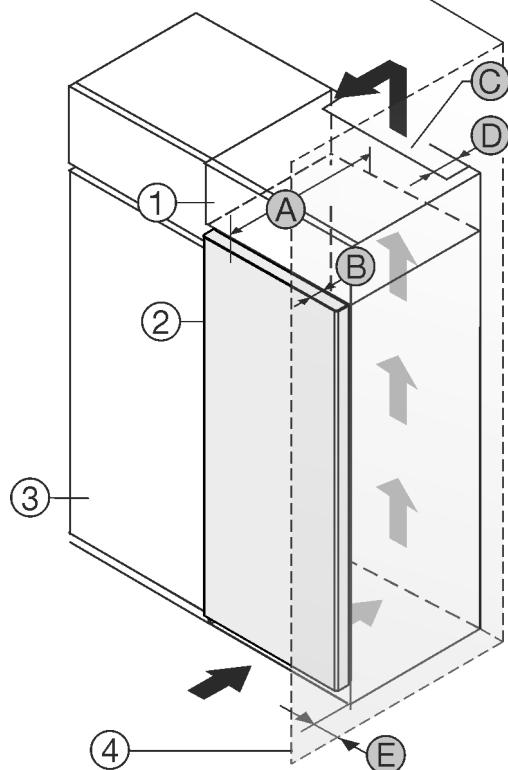

Fig. 1
Gerät direkt neben dem Küchenschrank Fig. 1 (3) aufstellen.*
An der Rückseite des Aufsatzschrankes muss ein Abluftschacht mit der Tiefe Fig. 1 (D) über die gesamte Aufsatzschrankbreite vorhanden sein.*
Unter der Raumdecke muss der Entlüftungsquerschnitt Fig. 1 (C) eingehalten werden.*
Wenn das Gerät mit den Scharnieren neben einer Wand Fig. 1 (4) aufgestellt wird, muss der Abstand zwischen Gerät und Wand mindestens 13 mm (0.51 in) betragen.*
Um die Türe vollständig öffnen zu können, muss Gerät um die Türtiefe Fig. 1 (B) gegenüber der Küchenschrankfront vorstehen. Abhängig von der Tiefe der Küchenschränke Fig. 1 (3) und Verwendung von Wandabstands haltern kann das Gerät weiter herausragen.*